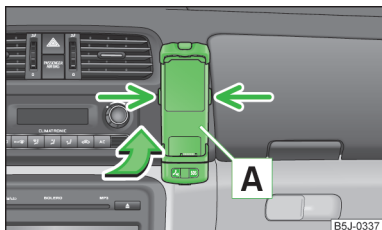

Abb. 104
- » Zuerst den Adapter **A** in Pfeilrichtung » Abb. 104 bis zum Anschlag in die Halterung schieben. Den Adapter dann leicht nach unten drücken, bis dieser sicher einrastet.
- » Gleichzeitig die seitlichen Verriegelungen der Halterung » Abb. 104 drücken und den Adapter mit dem Telefon herausnehmen.